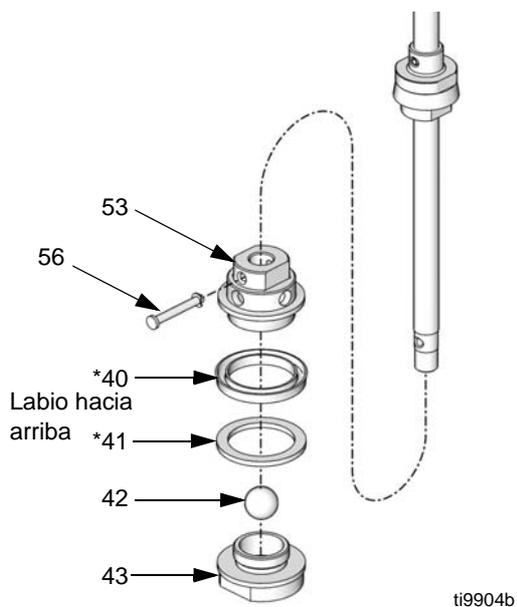

FIG. 20
8. Retire la clavija (56). Retire el conjunto de la válvula del pistón. Desenrosque la válvula del pistón (43) del alojamiento del pistón (53). Retire el anillo de desgaste (41\*), la cazoleta en U (40\*) y la bola (42). Inspeccione todas las piezas en busca de daños. Consulte FIG. 20.